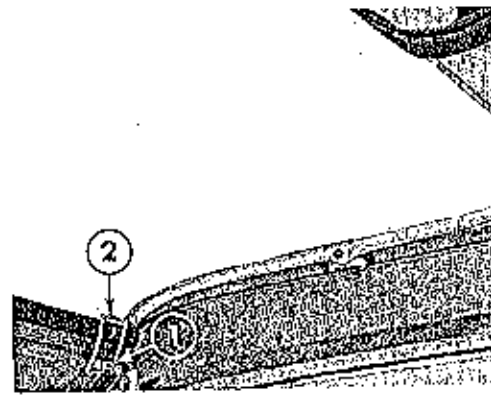

Abb. 26 - Halböffnung des Rollverdeckes
- Abb. 26: Die beiden Hebel (1) und Halteklammern (2) wieder vorn am Windschutzscheibenrahmen befestigen.